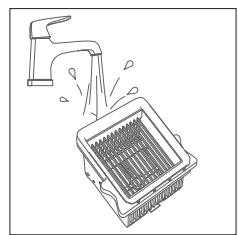

Fig. 19 – Nettoyer le filtre
- ▶ Nettoyez également le filtre EPA 10 sous l'eau courante tiède (**voir Fig. 19**).